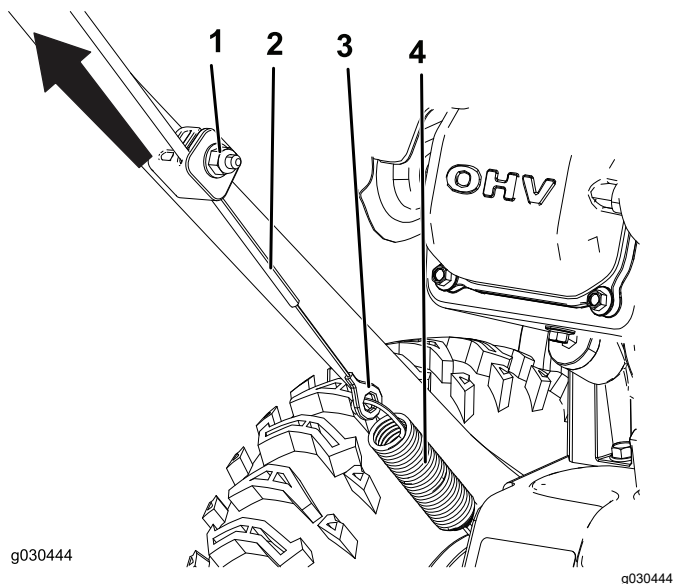

Figure 26
1. Desserrez l'écrou sur le collier inférieur du câble, mais ne le retirez pas (Figure 26).
2. Tirez sur le câble pour le tendre légèrement (Figure 26).
3. Maintenez le câble en place et serrez l'écrou (Figure 26).